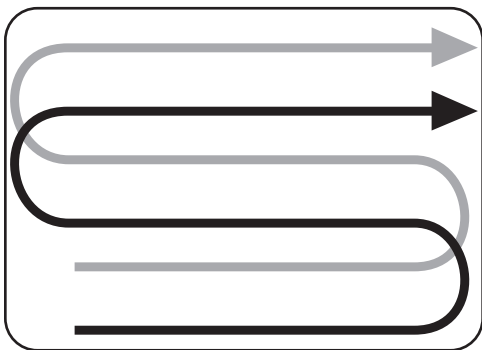

Figure 4-12
- Lorsque vous préparez un lit de semences, effectuez le même passage deux fois sur la première rangée, puis chevauchez les rangées suivantes d'une demi-largeur de motoculteur. Voir Figure 4-12.